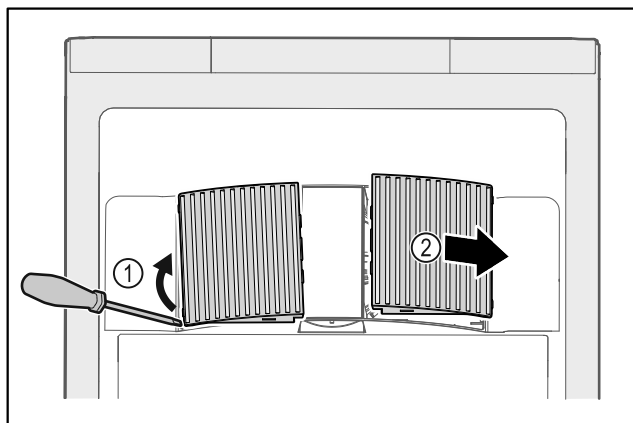

Fig. 176
- ▶ Abrir cuidadosamente las cubiertas del ventilador haciendo palanca por un lado Fig. 176 (1) y retirarlas hacia delante Fig. 176 (2).